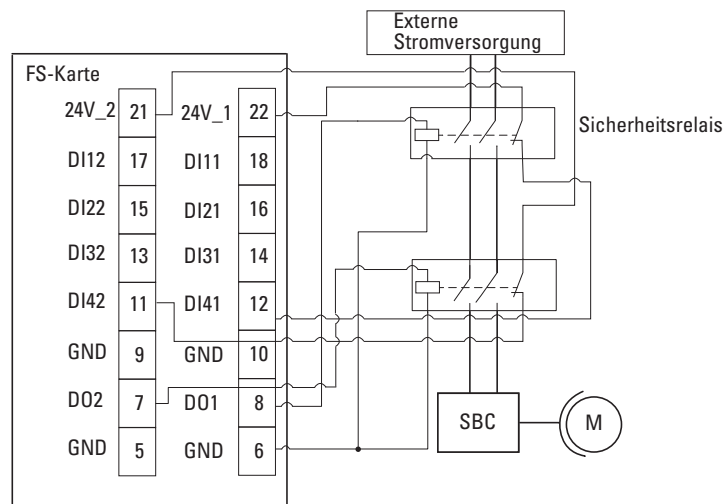

Abbildung 21: Ausgangsklemmenanschluss (DO1 und DO2 arbeiten als zwei Kanäle zusammen)
- Wenn eine einzelne Klemme für den Benutzer nicht ausreicht, können DO1 und DO2, wie in Abbildung 21 gezeigt, zusammen als zwei Kanäle eines Digitalausgangs arbeiten. In diesem Fall gibt es nur einen digitalen Ausgang auf der FS-Karte.
- SBC (Sichere Bremsenansteuerung) verwendet die Ausgangsklemmen (DO) zur Ansteuerung eines Sicherheitsrelais. Das Relais-Rückmeldesignal ist vom Typ NC (im Vergleich zum Bremsrelais invertiert). Wenn SBC aktiviert ist, werden DI41 und DI42 automatisch als Rückmeldesignale für die Diagnose verwendet.